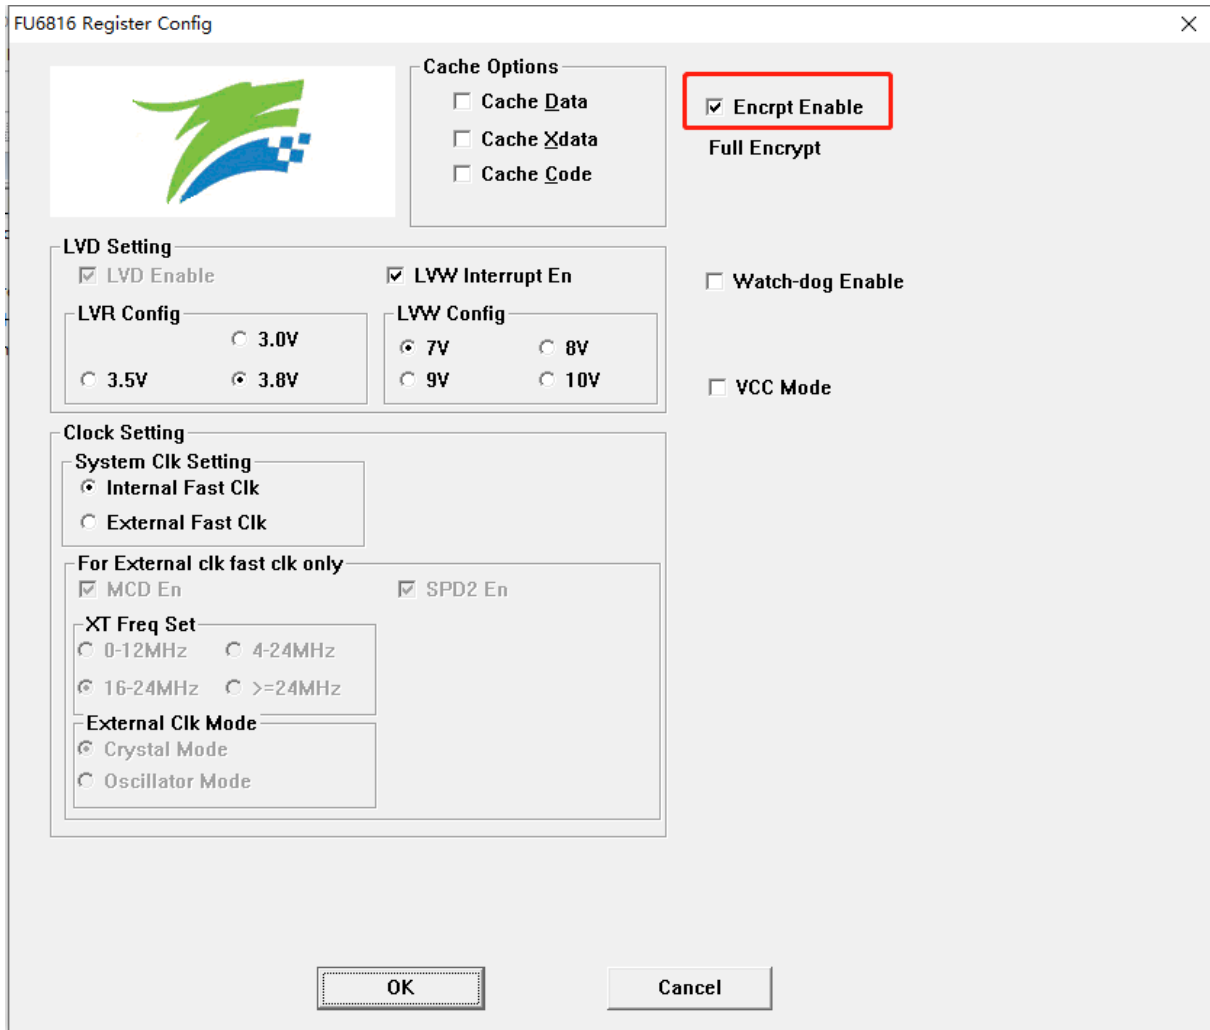

图 36-2 代码保护全保护模式
2. 按照图 36-2 所示进行选择并设置，点击 OK。然后编译工程并下载，得到 BIN 文件并烧录到 Flash 后即可达到代码保护的效果。